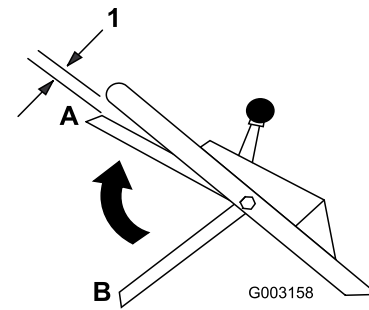

Figure 18
9. Relevez la barre de commande pour l'amener à environ 2,5 cm (1 po) du guidon (voir position A à la Figure 18).